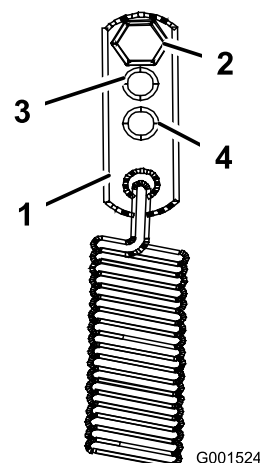

Figura 45
3. Para un ajuste más duro, vuelva a colocar los anclajes de los muelles en las posiciones de servicio medio o pesado (Figura 45). Los anclajes de los muelles se fijan a la esquina superior trasera de los protectores de la transmisión hidrostática en cada lado de la máquina.
La palanca del freno de estacionamiento está situada en el lado derecho de la máquina (Figura 45). Si el freno de estacionamiento no inmoviliza la máquina, ajústelo.